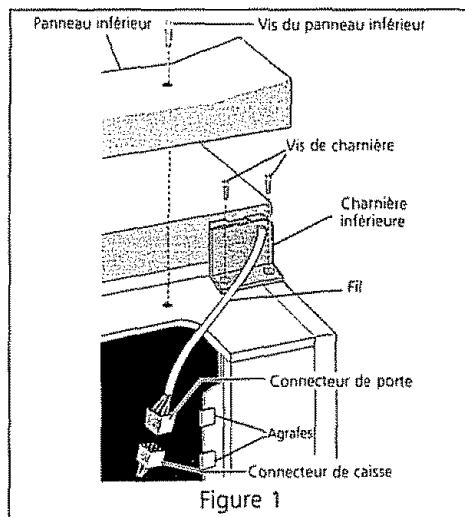

Figure 1
- 2 Enlevez le panneau inférieur en dévissant les deux vis de l'avant du panneau. Enlevez le fil des agrafes au fond de la caisse (Figure 1).
- 3 Débranchez le connecteur en maintenant le connecteur de la caisse en place puis en détachant le connecteur de la porte (Figure 1).
- **Sur les modèles verticaux** avec système de vidange de l'eau de dégivrage (Figure 1), enlever le bouchon de vidange au fond du congélateur en le tirant directement. Pour accéder au tuyau de vidange extérieur sur les modèles munis d'un panneau inférieur, vous devez au préalable retirer ce panneau inférieur fixé au congélateur par deux vis. Le tuyau de vidange est situé près du centre gauche sous le congélateur. Placez un récipient creux sous le tuyau de vidange. L'eau du dégivrage va s'y écouler. Vérifiez de temps à autre que l'eau ne déborde pas. Un demi-pouce adaptateur de tuyau de jardin peut être utilisé pour vidanger le congélateur directement dans un égout. Si votre modèle n'est pas équipé avec un adaptateur, celui peut être acheté à la plupart des magasins de matériel. Remettez le bouchon en place lorsque le dégivrage et le nettoyage sont terminés. Si le bouchon de vidange est resté ouvert, de l'air chaud peut entrer dans le congélateur.